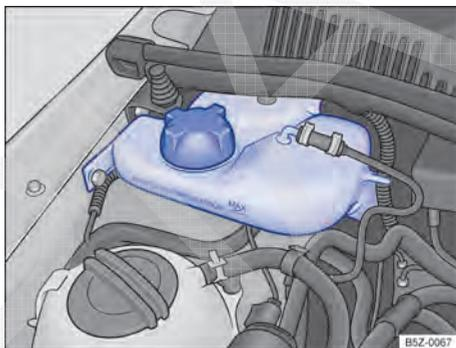

Fig. 170 No compartimento do motor: reservatório de gasolina para o sistema de partida a frio para motores 1.6 (válido somente para o motor CCRA).
O reservatório de gasolina do sistema de partida a frio encontra-se no compartimento do motor, no lado direito → Fig. 170.
- Nunca ultrapassar a marca “MAX” indicada no reservatório → Fig. 170.